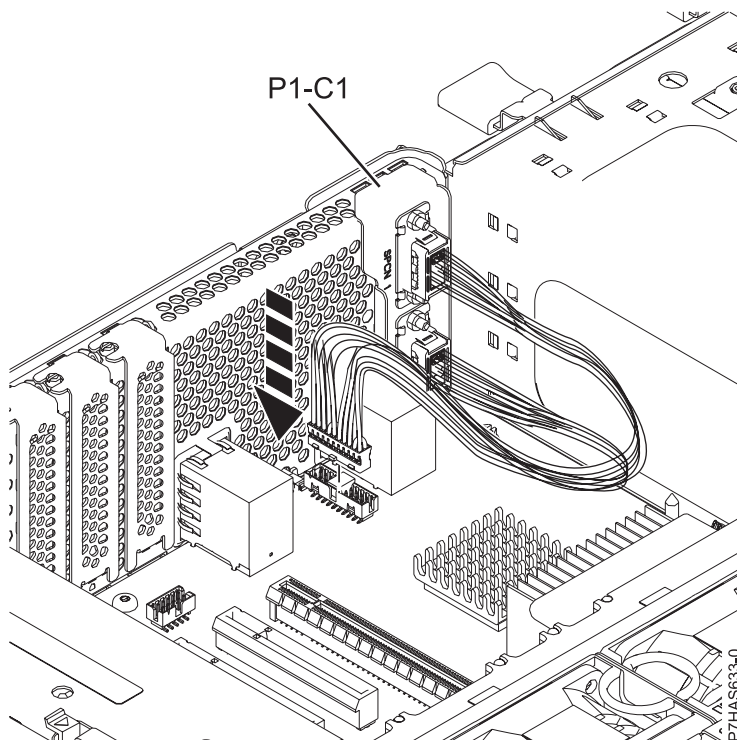

Figura 9. Substitució del conjunt del cable SPCN
- a. Agafeu amb compte el conjunt del cable SPCN de 2 ports FC EJ0G (C) que es mostra a la Figura 9 a la pàgina 12 per la peça de contrapunt superior i alineeu-la amb l'orifici de la ranura 1 de l'adaptador GX (P1-C1) a la part posterior del xassís.
- c. Endol·leu l'altre extrem del cable al connector de la placa posterior del sistema, tal com es mostra a la Figura 9 a la pàgina 12.